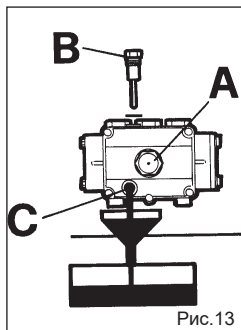

Рис.13
Периодически проверяйте масло в насосе высокого давления с помощью смотрового окошка (рис. 13А) или шупа (рис. 13Б). Если масло приобрело молочный цвет, немедленно обратитесь в один из наших технических центров.
1) Открутите пробку отверстия для слива масла, расположенную внизу насоса (рис. 13С)
2) Открутите пробку с шупом (Рис. 13).